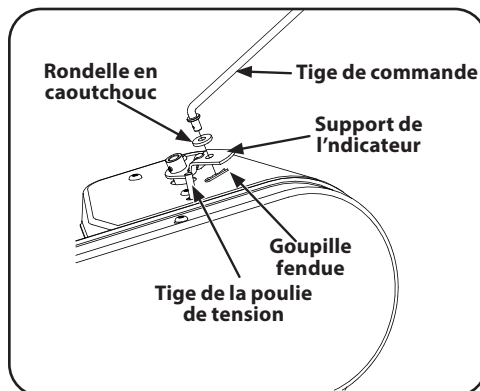

Figure 4-1
3. Enlevez la goupille fendue et la rondelle à ressort de la tige de la poulie de tension. Voir Figure 4-1.